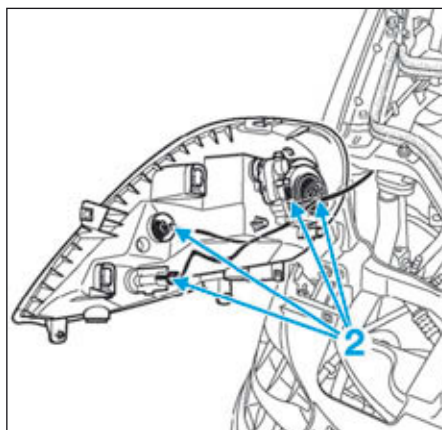

FIG.75
- Débrancher les connecteurs (2) (Fig.75).
- Brancher les connecteurs (2) (Fig.75).